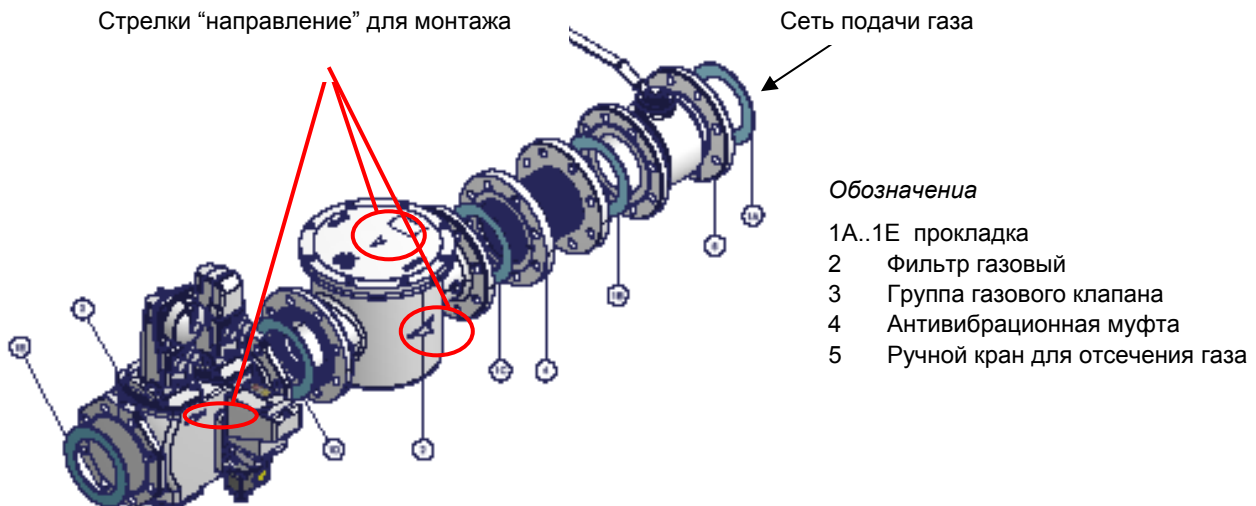

Рис. 4 - Пример газовой рампы
- 1-б) при фланцевых соединениях: между соседними компонентами устанавливать прокладку (1A..1E - Рис. 4), совместимую с используемым газом,
ВНИМАНИЕ: после монтажа газовой рампы согласно схеме на Рис. 4, необходимо провести тестирование на герметичность газового контура, согласно требований действующих нормативов
ВНИМАНИЕ: после монтажа газовой рампы согласно схеме на Рис. 4, необходимо провести тестирование на герметичность газового контура, согласно требований действующих нормативов.